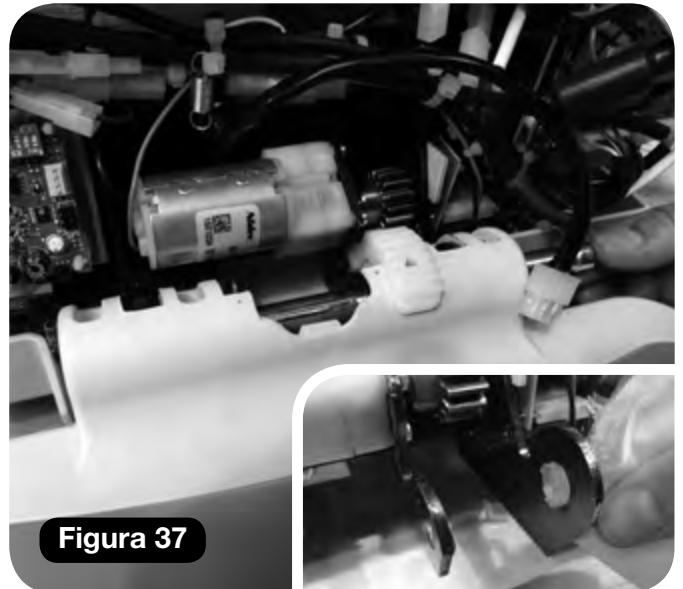

Figura 37
- c Conecte el reposapiés a la unidad de alimentación (**Figura 37**).